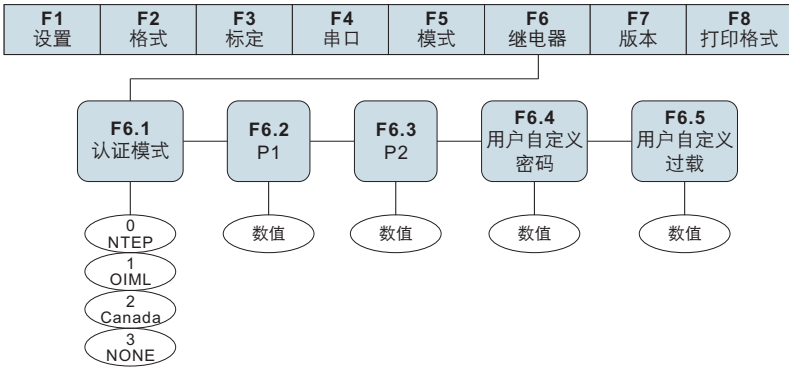

图12.1 继电器菜单结构
- 2) 按 \blacktriangleright 键，直至显示屏显示"F6"（见图12.1）。再按 \blacktriangledown 键进入继电器输出菜单，显示屏显示"F6.1"。
- 2) 按 \blacktriangleright 键, 直至显示屏显示"F6" (见图12.1)。再按 \blacktriangledown 键进入继电器输出菜单, 显示屏显示"F6.1"。
- 2) 按 \triangleright 键, 直至显示屏显示"F6"(见图12.1)。再按 ∇ 键进入继电器输出菜单, 显示屏显示"F6.1"。